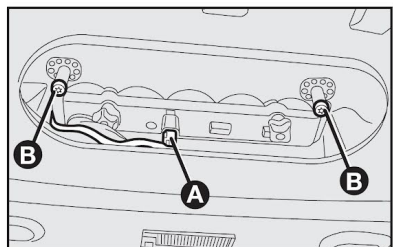

fig. 26
#### BRAKE LIGHT - figs. 26 e 27
- Retirar os suportes laterais **B-fig. 26**;